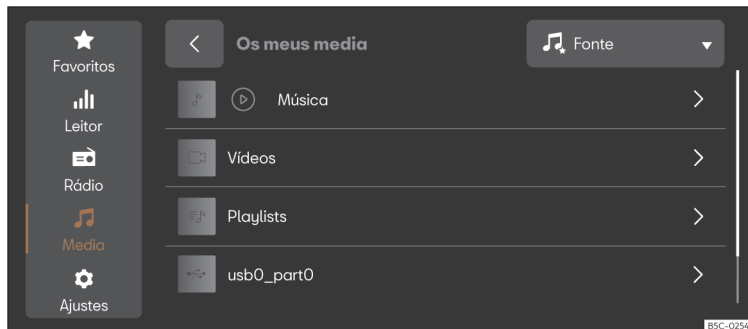

Fig. 178 Representação esquemática: Vista Multimédia.
- Pressione **HOME** > > >>> **Fig. 178**.